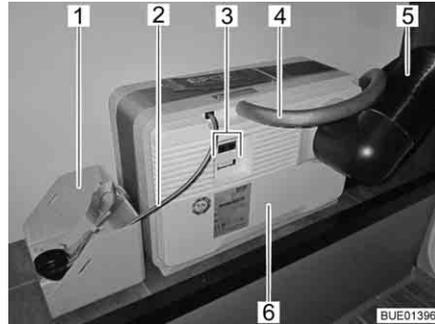
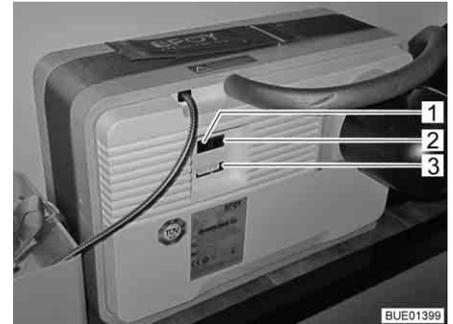
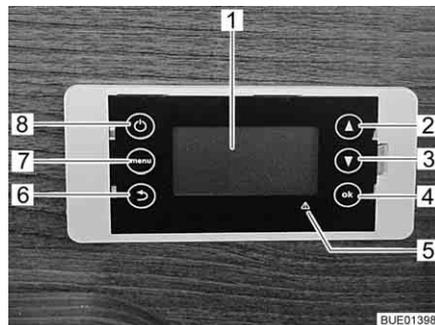

Fig. 135 Pila a combustibile con cartuccia del serbatoio
Fig. 136 Campo di collegamento pila a combustibile
Fig. 137 Centralina di controllo per pila a combustibile
La pila a combustibile è composta da diversi componenti che sono montati nel gavone di coda (Fig. 135) e da una centralina di controllo (Fig. 137) posto nel vano abitabile.
Sulla pila a combustibile (Fig. 135,6) si trovano:
- il collegamento per il tubo di scarico (Fig. 135,4) o l'apertura di rifornimento per il fluido di servizio
- il condotto del calore disperso (Fig. 135,5)
- collegamenti elettrici (Fig. 135,3) con interfaccia dati (Fig. 136,2), collegamento dell'apparecchio (Fig. 136,3) e collegamenti per il pannello di controllo (Fig. 136,1)
Alla pila a combustibile appartiene una cartuccia del serbatoio che viene collegata tramite il relativo collegamento (Fig. 135,2) alla pila a combustibile (Fig. 135,6).
La cartuccia del serbatoio è fissata al rispettivo supporto (Fig. 135,1).
La pila a combustibile carica automaticamente le batterie del vano abitabile non appena la loro tensione scende sotto i 12,3 V e la pila a combustibile viene attivata tramite il tasto On/Off (accesso/spento) (Fig. 137,8).
- Centralina di controllo** Il display (Fig. 137,1) della centralina di controllo è a quattro righe. Nella prima riga viene visualizzata la modalità di funzionamento impostata:
- Il tasto Menu (Fig. 137,7) consente di richiamare il menu principale:
- In caso di guasti l'indicazione di guasto in rosso (Fig. 137,5) si accende e sul display viene visualizzato un avviso. L'avviso contiene un codice di errore e indicazioni sulle possibili soluzioni del guasto.